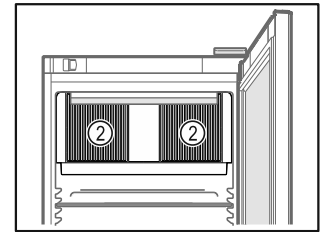

Fig. 64
- ❑ Διατηρείτε ελεύθερες τις σχισμές αερισμού Fig. 64 (2) του ανεμιστήρα στο εσωτερικό.